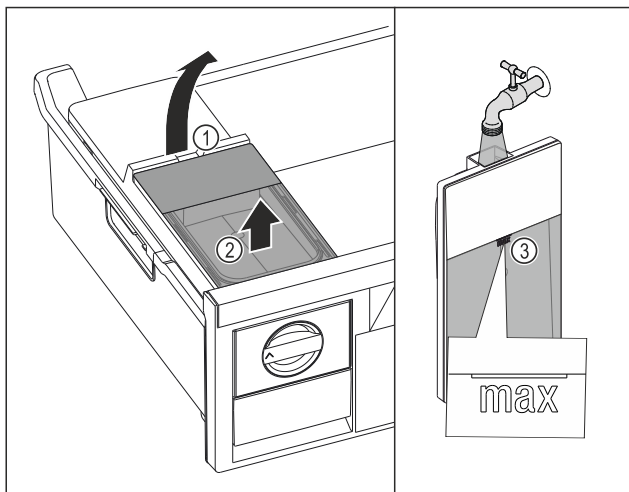

Fig. 121
- ▶ Dvignite rezervoar za vodo dvignite za izrez Fig. 121 (1).
- ▶ Rezervoar za vodo odstranite v smeri navzgor. Fig. 121 (2)
- ▶ Rezervoar za vodo napolnite s pitno vodo do oznake Fig. 121 (3).